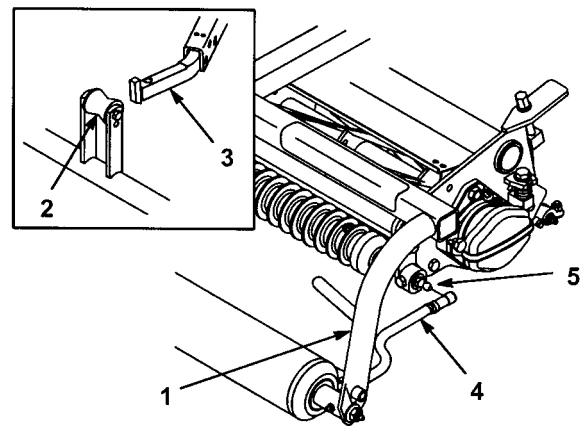

図 12
2. カッティングユニットの前ローラの両端にそれぞれワッシャとボールスタッドを取り付ける(図12)。
3. カッティングユニットをプルフレームの下に引き入れ、吊り輪(フープ)を昇降アームに引っかける(図12)。
4. ボールジョイントのスリーブを後ろにずらし、プルアームを下げてソケットをボールスタッドに嵌め合わせ、スリーブから手を離すとスタッドとジョイントが結合する(図12)。